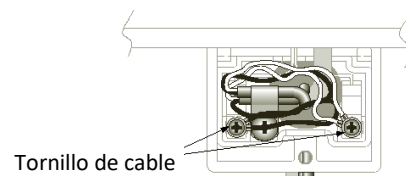

Fig.4
12. Afloje los 2 tornillos en las terminales para los controles y conecte el cable (la polaridad no es importante, cualquier color se puede conectar a cualquiera de las terminales). Cuando conecte más de 2 cables, conéctelos en paralelo. (Fig. 4)